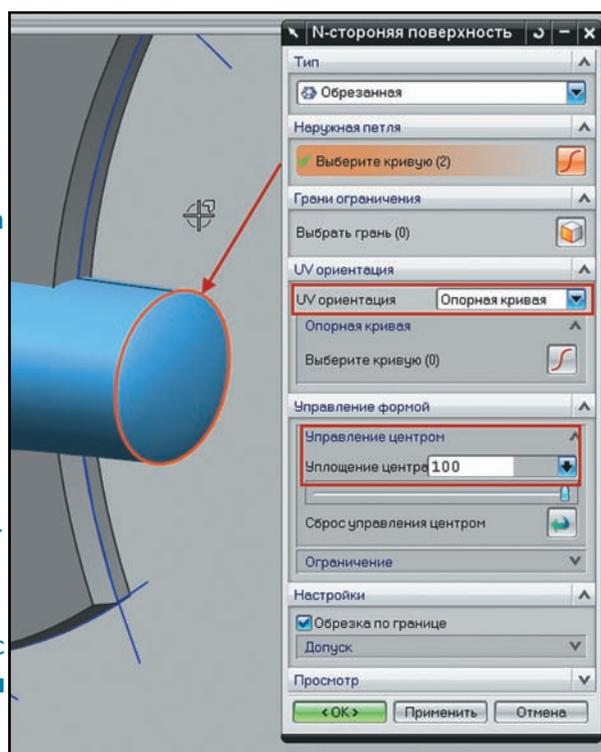

Рисунок 3.44 Создание N-сторонней поверхности для заднего торца
- Повторите команду построения **N-сторонней поверхности** для заднего торца корпуса. В этот раз опции **UV Ориентация** задайте значение **Опорная кривая (Spine)**, также включите опцию **Обрезка поверхности (Trim to Boundary)** и в разделе диалога **Управление центром (Center Control)** с помощью ползунка отрегулируйте выпуклость получаемой поверхности (рис. 3.44).